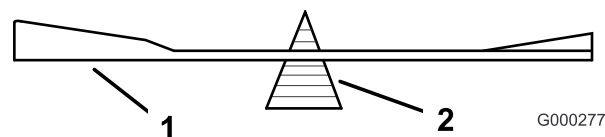
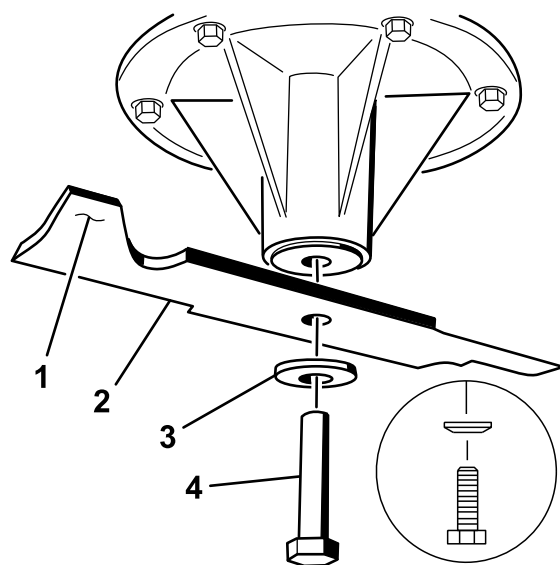

Figure 93
Figure 94
1. Placez la lame sur l'axe (Figure 94).
2. Installez la rondelle élastique et le boulon de la lame. Le cône de la rondelle élastique doit être dirigé vers la tête du boulon (Figure 94). Serrez les boulons des lames à un couple de 115 à 150 Nm.
2. Vérifiez l'équilibre de la lame en la plaçant sur un équilibreur (Figure 93). Si la lame reste horizontale, elle est équilibrée et peut être utilisée. Si la lame est déséquilibrée, limez un peu l'extrémité de la partie relevée seulement (Figure 94). Répétez la procédure jusqu'à ce que la lame soit équilibrée.